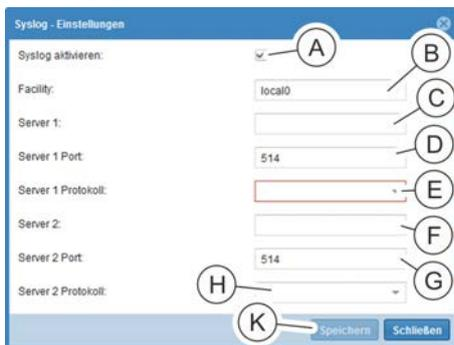

Abb. 238: Fenster "Syslog-Einstellungen"
2. ➔ Checkbox „Syslog aktivieren“ (Abb. 238/A) anklicken.
3. ➔ Eine Facility auswählen (Abb. 238/B).
4. ➔ Eine Server-Adresse (Abb. 238/C) und einen Port (Abb. 238/D) für Server 1 eingeben sowie ein Protokoll (Abb. 238/E) für Server 1 auswählen.
5. ➔ Bei Bedarf eine Server-Adresse (Abb. 238/F) und einen Port (Abb. 238/G) für Server 2 eingeben sowie ein Protokoll (Abb. 238/H) für Server 2 auswählen.
6. ➔ Eingabe über die Schaltfläche „Speichern“ (Abb. 238/K) bestätigen.